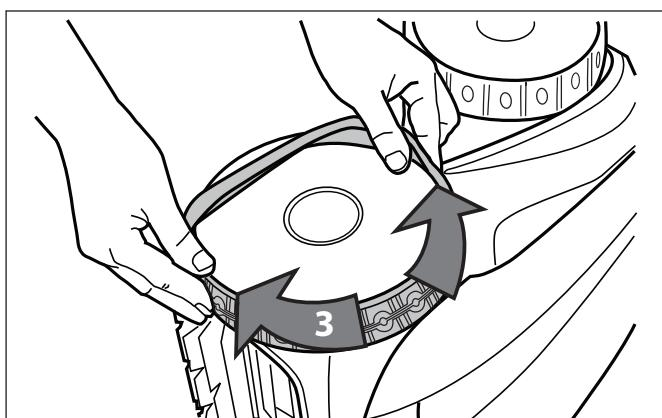

Figura 37. Coloque el neumático alrededor de la rueda
5. Coloque el neumático en la rueda y verifique que la costilla del neumático quede en posición correcta dentro del canal de la rueda (Figura 37).